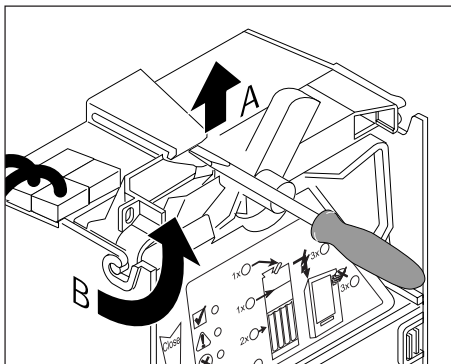

Abb. 8a: Münzprüfer herausklappen
- 1 Münzprüfer aus dem Geldwechsler herausklappen (s. Abb. 8a).